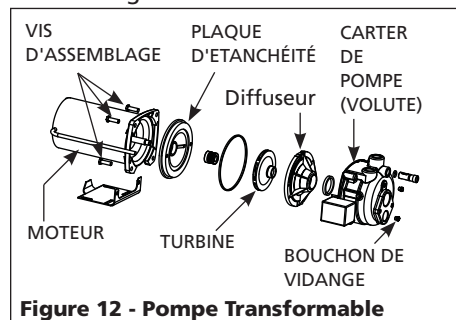

Figure 12 - Pompe Transformable
3. Enlever les quatre vis d'assemblage du carter de la pompe (volute) (Figure 12, page 19).